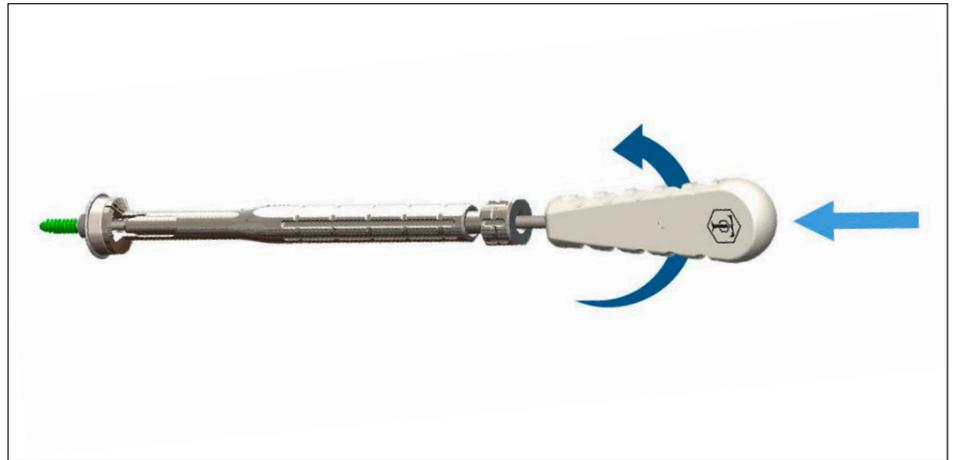

Fig. 36
Passo 2: aplique pressão para baixo com a chave de fendas do insersor da placa basal [MWJ123] e rode a chave de fendas do insersor da placa basal no sentido contrário aos ponteiros do relógio até o parafuso cair (fig. 36).